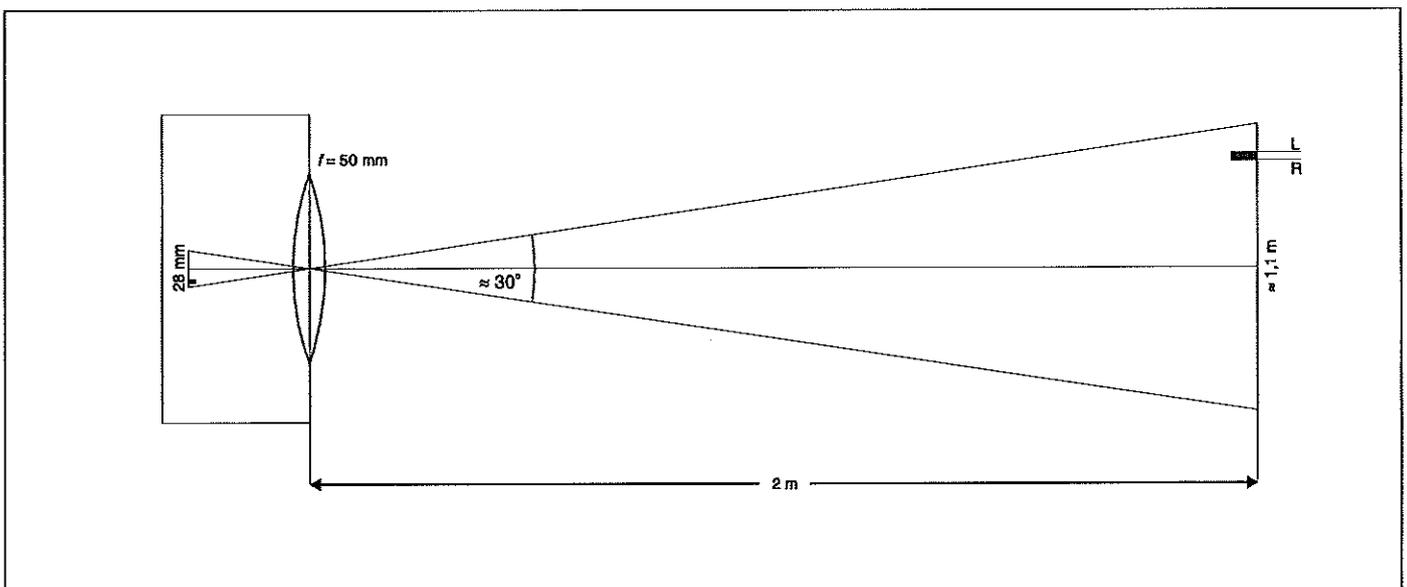

Fig. 4
Pour le relevé des déplacements (voir fig. 4), la caméra cherche les reflets de la feuille réfléchissante (voir aussi 3.3). Lorsqu'elle les a trouvés, leur nombre, leur largeur maximale en % ainsi que leur position sont affichés sur le cadran à cristaux liquides (7) de VidéoCom. L'ouverture du diaphragme de l'objectif doit ici être minimale et le réglage de l'éloignement sur l'objectif sur la position infini (cela suffit en général à cause de la grande précision en profondeur). Pour tout autre ajustage, voici comment procéder: